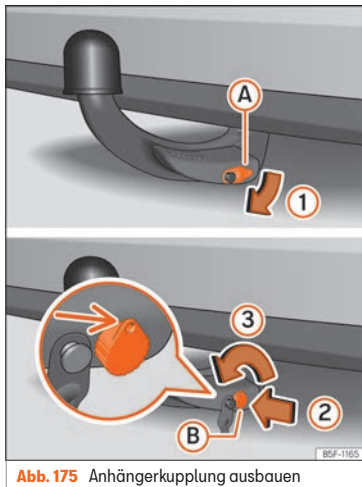

Abb. 175 Anhängerkupplung ausbauen
- Nehmen Sie die Abdeckung (A) vom Schloss (1) » Abb. 175.
- Stecken Sie den Schlüssel (B) in das Schloss ein (2) » Abb. 175.
- Drehen Sie den Schlüssel nur eine halbe Umdrehung nach links (3), bis sich das Loch des Schlüssels oben befindet » Abb. 175.